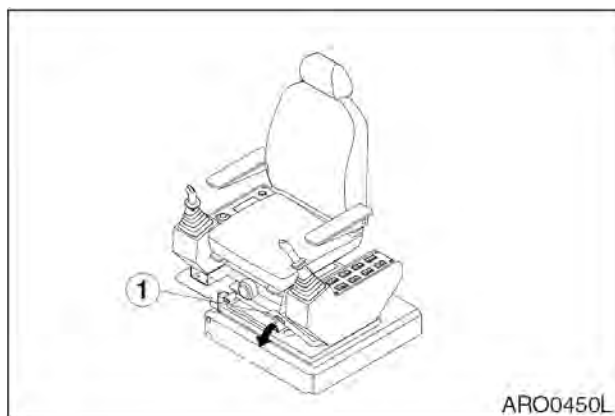

Рис. 15
2. Установить рычаг блокировки в разблокированное положение (1, рис. 15) в положение (UNLOCK).